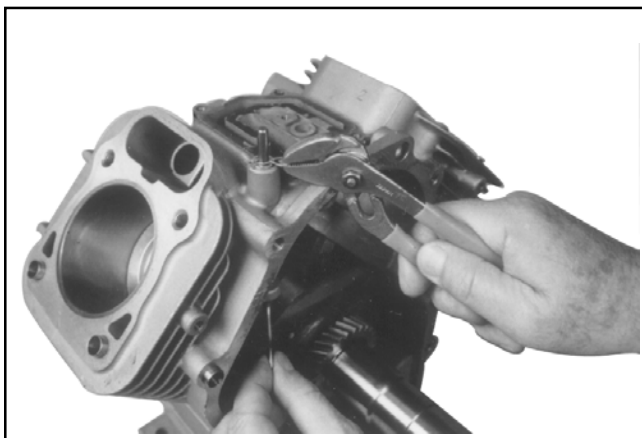

Figura 9-51. Rimozione del perno dell'albero trasversale del regolatore (albero da 6 mm).
1. Rimuovere il perno e la rondella piana, oppure il fermo e la rondella di nylon, dall'albero trasversale del regolatore. Vedere Figura 9-51.